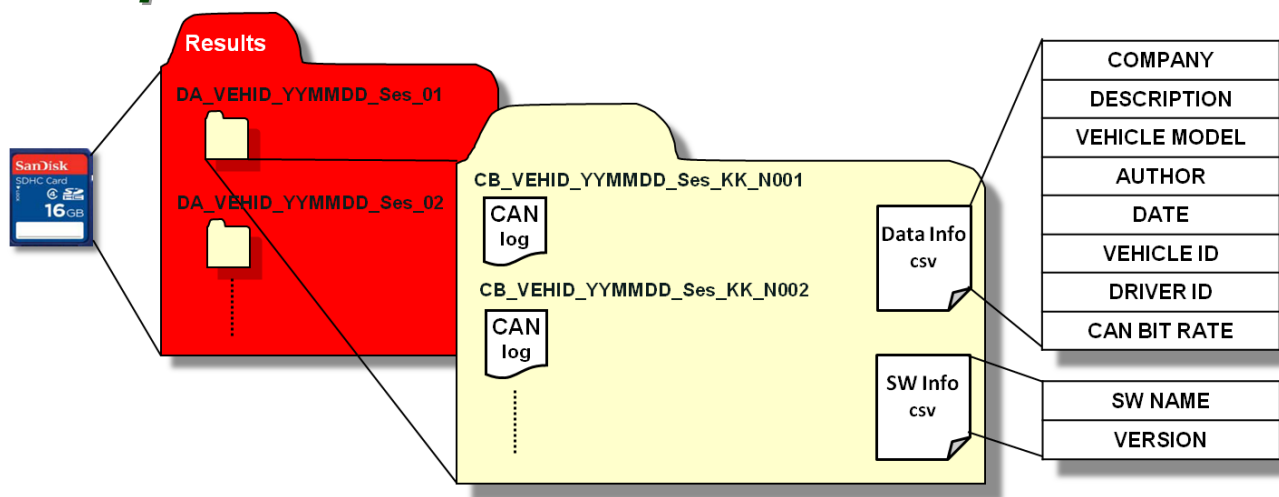

Figura 1 – Organizzazione standard di file e cartelle di dati nella scheda SD.
CANpanionEvo™ organizza i dati in file e cartelle che identificano univocamente le *sessioni delle prove di guida*, definite come intervallo di tempo tra l'avviamento del motore e il suo spegnimento. Quando inizia una nuova sessione, viene creata una nuova cartella nella scheda SD (vedere Figura 1). Il nome della cartella viene generato dalla composizione dell'ID del veicolo, della data e del numero progressivo della sessione. Inoltre, ogni cartella della sessione contiene:
- un file .csv (Data Info in Figura 1) creato per mezzo di una semplice procedura di configurazione, contenente informazioni aggiuntive relative alle sessioni della prova: nome dell'azienda, descrizione della prova, modello del veicolo, autore, data, ID del veicolo, ID del conducente, bit rate CAN
- un file .csv (SW Info in Figura 1) che contiene il nome e la versione del software